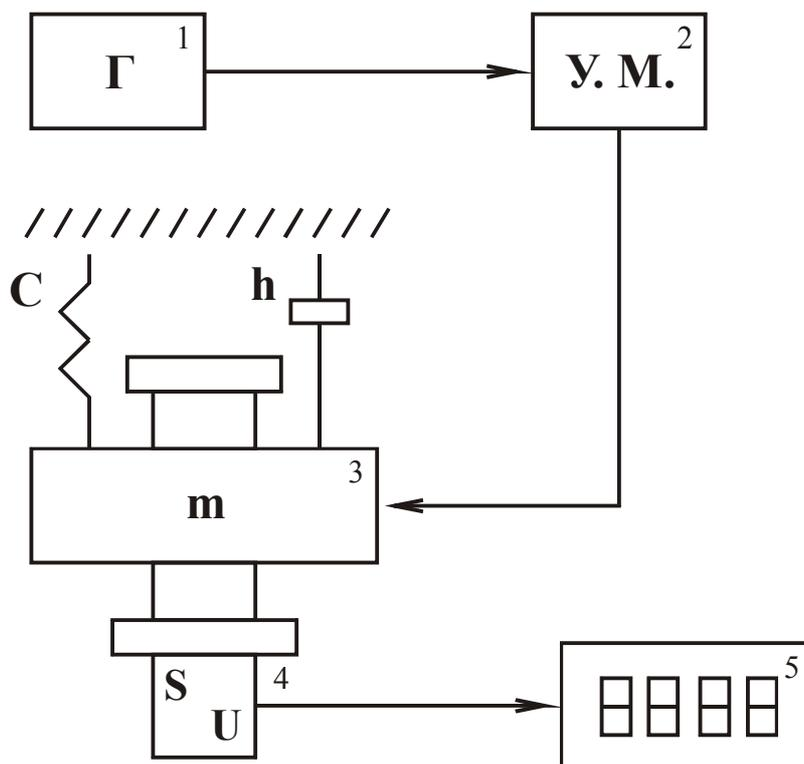

Рис. 1 Блок-схема переносного вибростенда.
4.2.5. Вибростенд имеет систему автоматического контроля напряжения питания. Загорание точек во всех разрядах цифрового табло измерительного блока 6 (см. рис. 1) информирует о заниженном уровне напряжения питания и, при питании вибростенда от аккумуляторной батареи, о необходимости произвести ее подзаряд. Несвоевременная зарядка батареи может привести к деградации ее емкости.